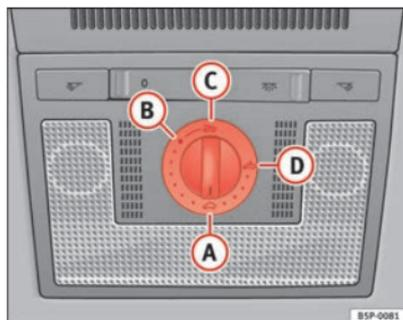

Fig. 70 Pormenor do revestimento interior do tejadilho: comando giratório do tecto de abrir / deflector
- Rodar o comando para a posição **A** ⇒ fig. 70 ⇒